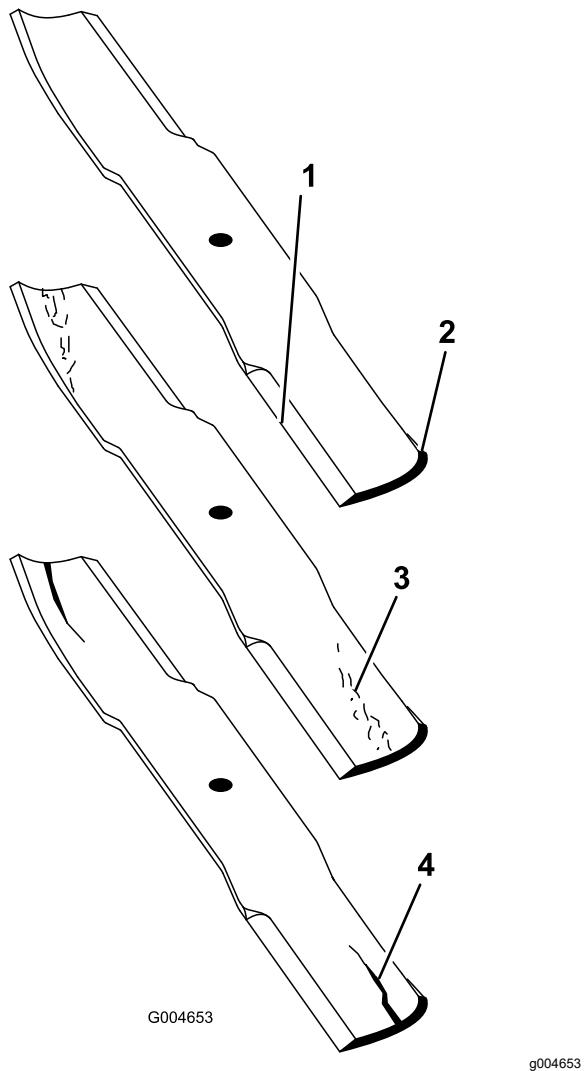

Figure 26
- Examinez attentivement les tranchants de la lame, particulièrement au point de rencontre de la partie plane et de l'ailette (Figure 26).
Remarque: Le sable et les matières abrasives peuvent éroder le métal à cet endroit, c'est pourquoi il est important de contrôler l'état de la lame avant d'utiliser la tondeuse. Remplacez la lame si elle semble usée (Figure 26).